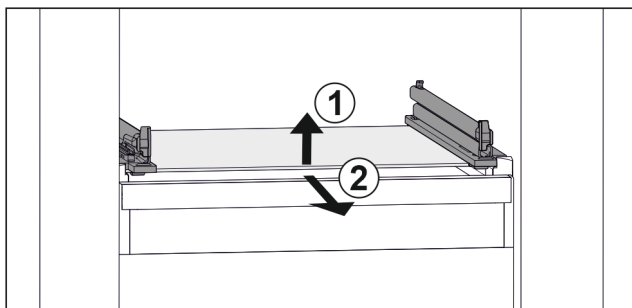

Fig. 114 Reprezentare exemplificativă a plăcii de sticlă
- ▶ Ridicați placa de sticlă din față. Fig. 114 (1)
- ▶ Extrageți placa de sticlă spre înainte. Fig. 114 (2)